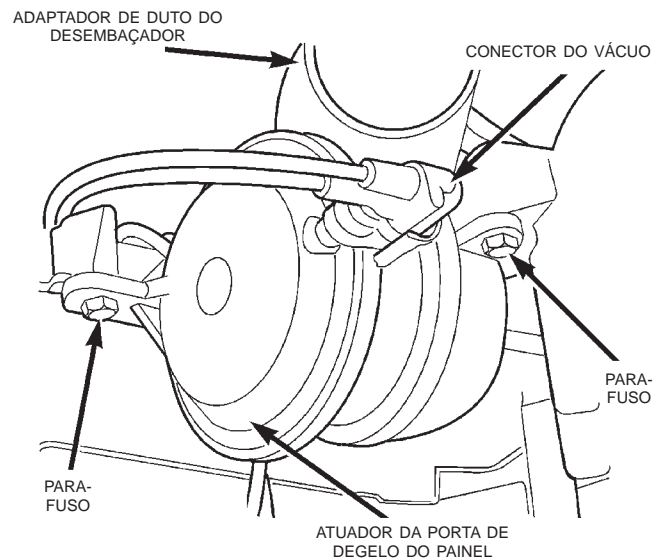

Fig. 47 Atuador da Porta de Degelo do Painel
(1) Desconecte e isole o cabo negativo da bateria.
(2) Remova o conjunto do painel de instrumentos do veículo. Consulte “Conjunto do Painel de Instrumentos” na seção “Remoção e Instalação”, do Grupo 8E, “Painel de Instrumentos e Indicadores”, para obter os procedimentos.
(3) Desligue o conector do chicote do vácuo do atuador da porta de degelo do painel (Fig. 47).